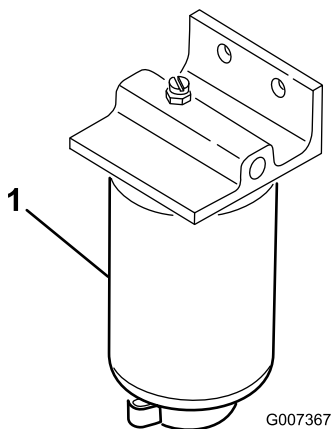

Figure 33
1. Placez un bac de vidange propre sous le filtre à carburant (Figure 33).